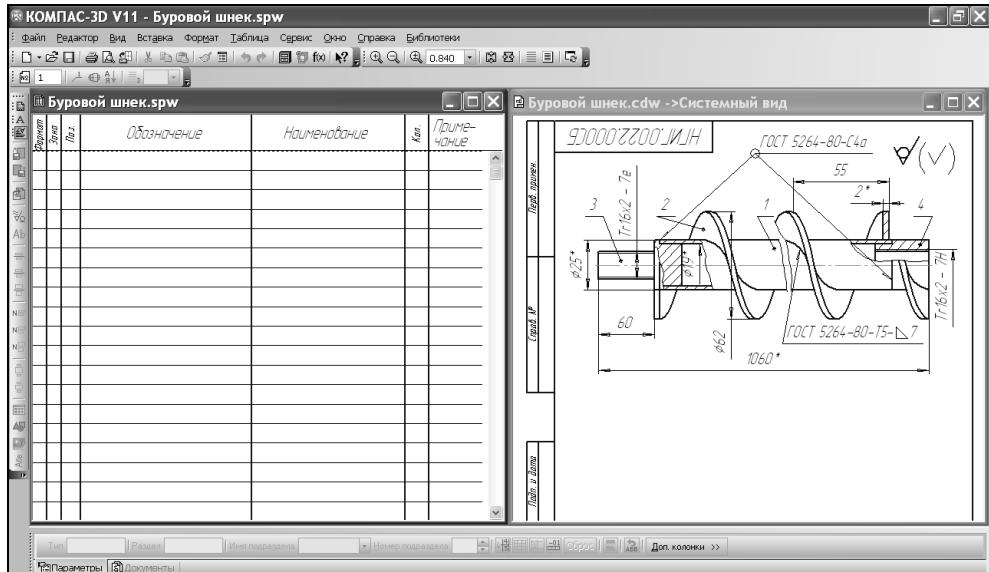

Рис. 9.92. Сборочный чертеж и спецификация в режиме **Мозаика вертикально**
1. Откройте сборочный чертеж, к которому вы создаете спецификацию. Удобно заполнять спецификацию, когда на экране будут видны и сборочный чертеж, и спецификация. Активизируйте команду **Мозаика вертикально** из меню **Окно** (рис. 9.92).